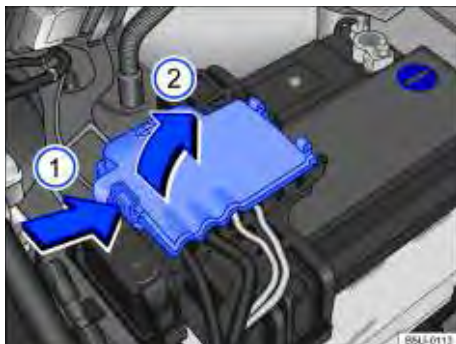

Fig. 191 Compartimento do motor: acesso ao terminal positivo da bateria.
- Abrir a cobertura do polo positivo. Para abrir pressionar a trava no sentido da seta ⇒ **Fig. 191** ①, rebater a cobertura para o lado no sentido da seta ②.